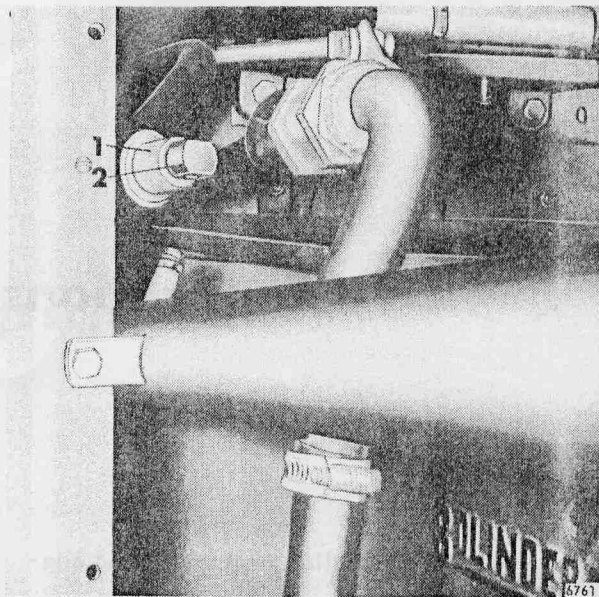

Fig 159.
4. För spaken för tippcylindrarna framåt och justera chockventilen till 105 kp/cm² se fig 159.